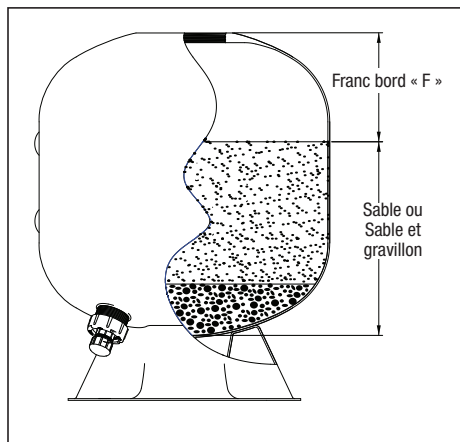

Figure 10. Niveau de sable
5. Si utilisé, verser LENTEMENT le gravillon d'abord dans le filtre. Nivelier la surface de gravillon, puis verser la quantité appropriée de sable selon le niveau indiqué sur le Tableau 2. Si seul du sable est utilisé, le verser LENTEMENT dans le filtre jusqu'au niveau indiqué dans Tableau 2. Faire attention à ne pas déloger la tuyauterie de ventilation de ses raccords pendant l'ajout du matériau filtrant. Se référer à la figure 10.
2. Remplir le filtre de Zeobrite jusqu'au niveau illustré sur le Tableau 3. Le poids du matériau présenté est approximatif. Voir la Figure 10 pour l'illustration de « Carton libre ».